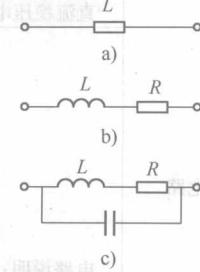

图 1-5 电感的等效
① 具有相同的主要电磁性能的实际电路部件，在一定条件下可用同一电路模型表示；同一实际电路部件在不同的应用条件下，其电路模型可以有不同的形式，如图 1-5 表示电感在不同频率下的等效电路。
② 不同的实际器件只要有相同的主要电气特性，在一定的条件下可用相同的模型表示。如灯泡、电炉等在低频电路中都可用理想电阻表示。